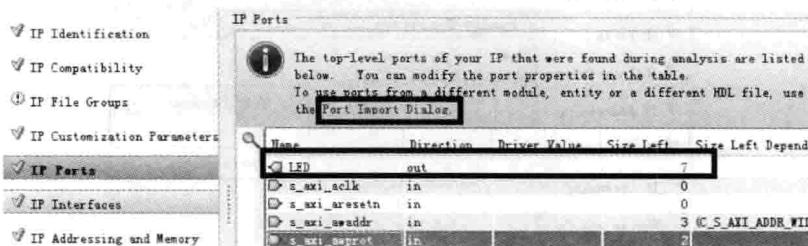

图 4.70 IP 端口修改界面
(5) 单击 OK 按钮。
(6) 如图 4.70 所示,在该界面左侧窗口内选择 IP Ports。然后,在右侧窗口内单击 Port Import Dialog。
(7) 等待完成端口导入后,可以看到在图 4.70 的界面中出现了名字为 LED 的新端口。
- (8) 选中图中左侧的 IP Customization Parameters 选项,进行导入参数的操作。
- (9) 选中图中左侧的 IP File Groups 选项,并且单击 Merge changes from IP File Groups Wizard。
(10) 在 Vivado 主界左侧 Flow Navigator 窗口下,选择并展开 Synthesis。在展开项中,双击 Run Synthesis,开始对设计进行综合。